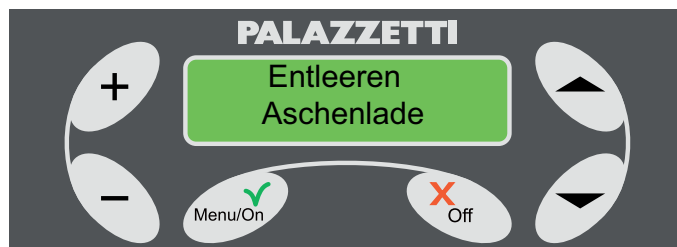

Fig. 1.5.2
- 2) Beim Drücken der Taste Menü/On erscheint die Schrift "Entleeren Aschenlade" (Abb. 1.5.2);